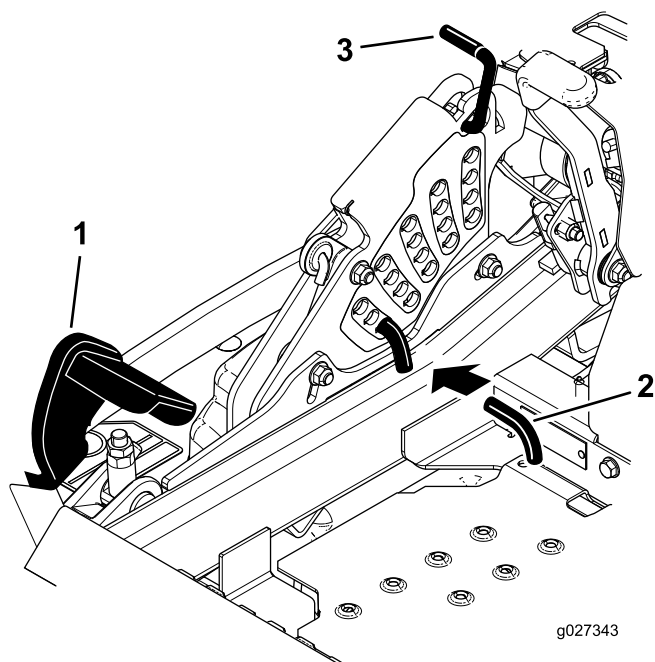

Figure 85
5. Enfoncez complètement la pédale de relevage du plateau de coupe pour verrouiller le plateau à la position de transport de 14 cm (Figure 85).